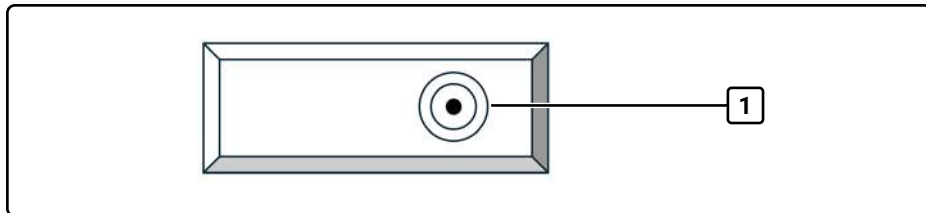

Fig. 7 Vue de dessus du réservoir d'eau
3. Insérez la cartouche filtrante dans l'adaptateur de filtre à eau (1, Fig. 7) sur le réservoir d'eau de manière à ce qu'elle s'emboîte.